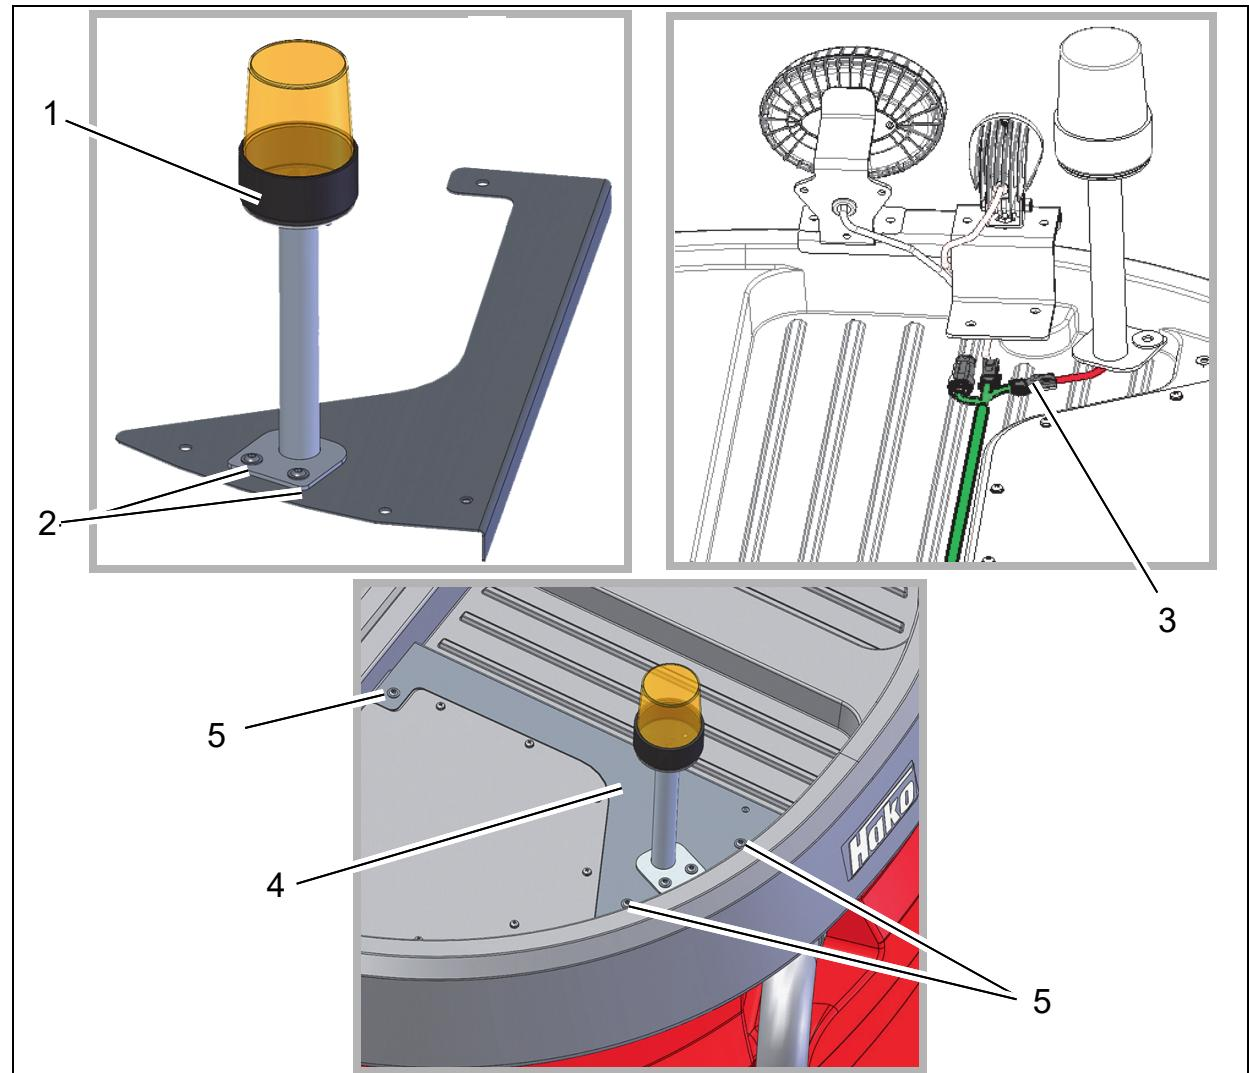

Abb. 3
1. Kabelbaum W75 der Blitzleuchte (Abb. 3/1) durch die Bohrung im Abdeckblech führen.
2. Blitzleuchte mit den beiden Linsenflanschschrauben M6x16 am Abdeckblech befestigen (Abb. 3/2). Linsenflanschschrauben mit Loctite Typ 243 einsetzen!
1. Stecker X69 des Kabelbaums W74 mit Stecker der Blitzleuchte am Stab verbinden (Abb. 3/3).
2. Kabelbaum W74 und Steckverbindungen mit dem vormontierten Abdeckblech abdecken (Abb. 3/4).
3. Abdeckblech mit drei Linsenflanschschrauben M6x12 (Abb. 3/5) auf dem Tankdeckel befestigen.